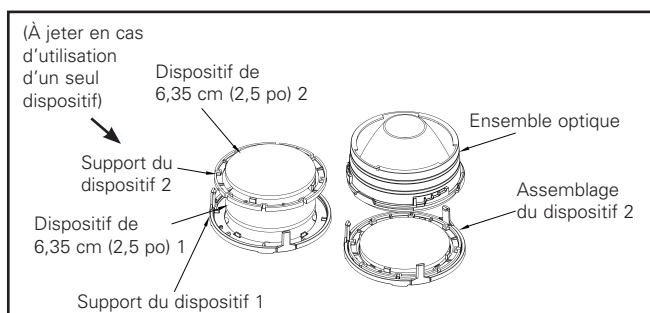

Figure 17.
3. Assemblez les dispositifs dans les supports prévus à cet effet. S'il s'agit d'un dispositif unique, laissez le deuxième support du dispositif. (Figure 17)